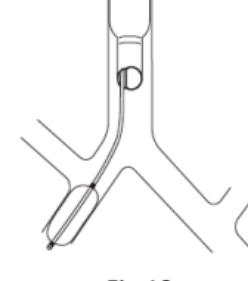

Fig.10
4. Para um doente com o lobo superior do pulmão direito localizado muito próximo à bifurcação traqueal, bloquear os lobos médio e inferior do pulmão direito, ao invés de todo o pulmão direito, pode ser obtido através da colocação do bloqueador no brônquio intermediário (Fig. 10).